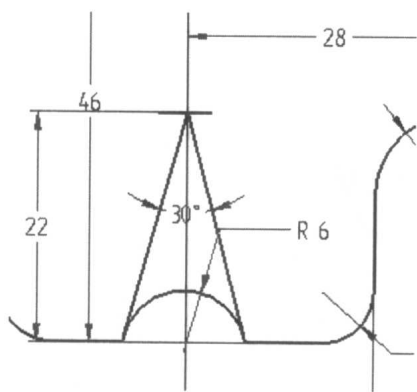

图 1-15
9. 用直线命令  画出图形, 用两图素间的尺寸标注命令 、角度标注命令  等进行尺寸约束, 如图 1-15 所示。